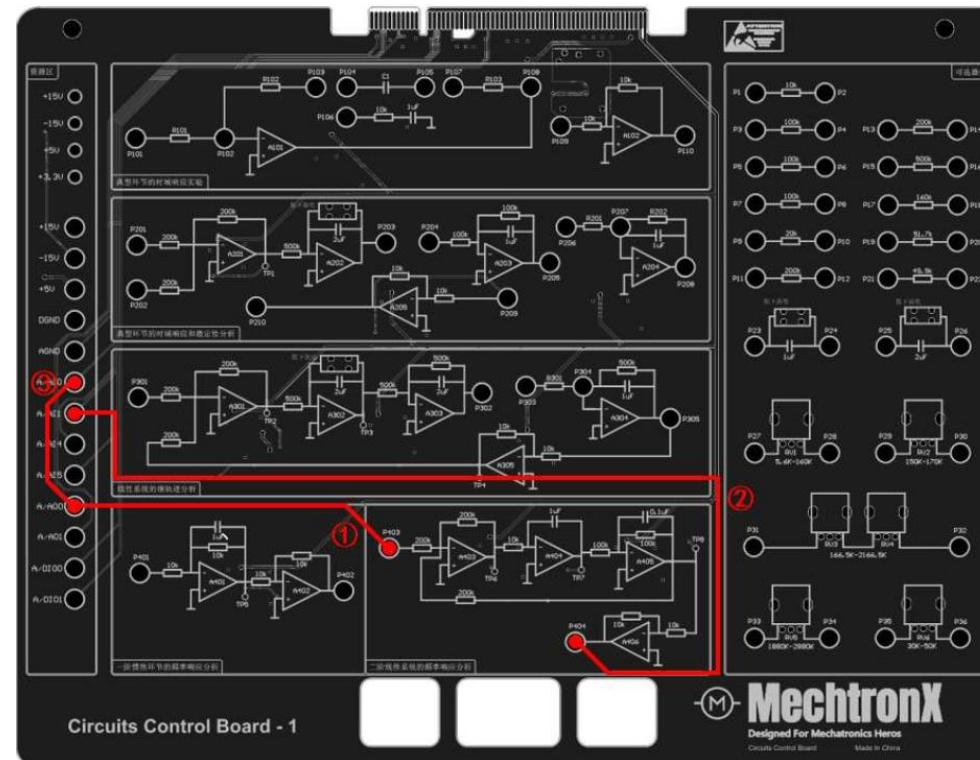
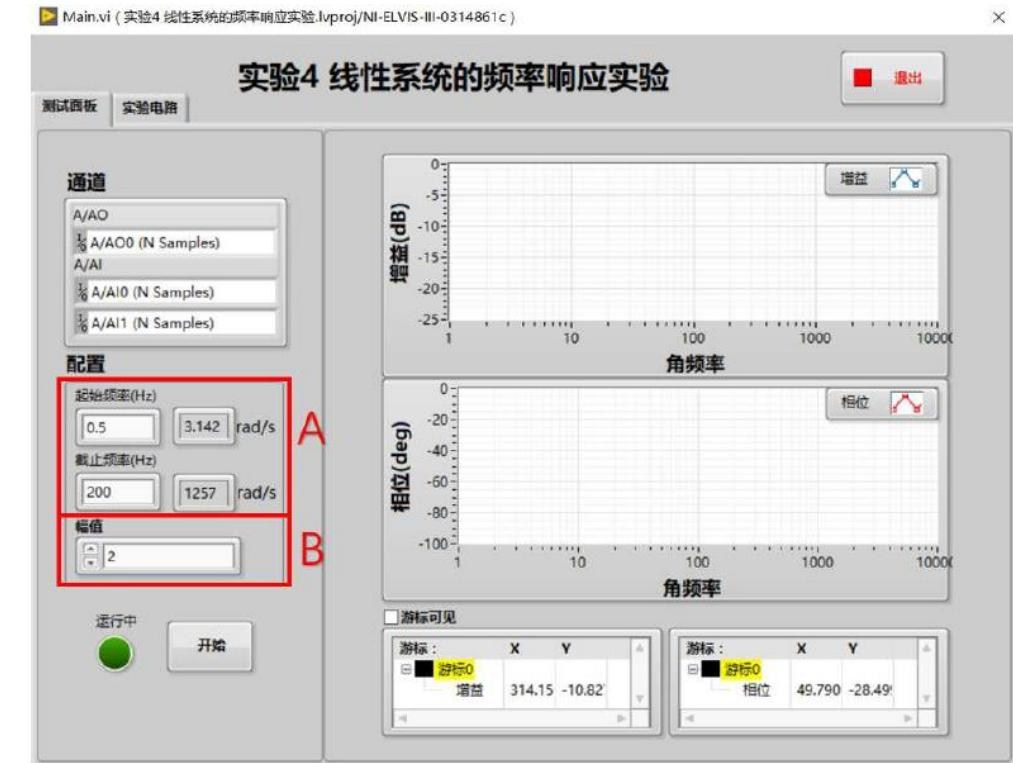

图6. 二阶系统实物连线示意图
图7. 二阶系统软件设置
- ① 关闭电源，根据二阶线性系统模拟电路图或实物连线示意图6进行接线（请勿带电操作），并按照图7进行软件设置。